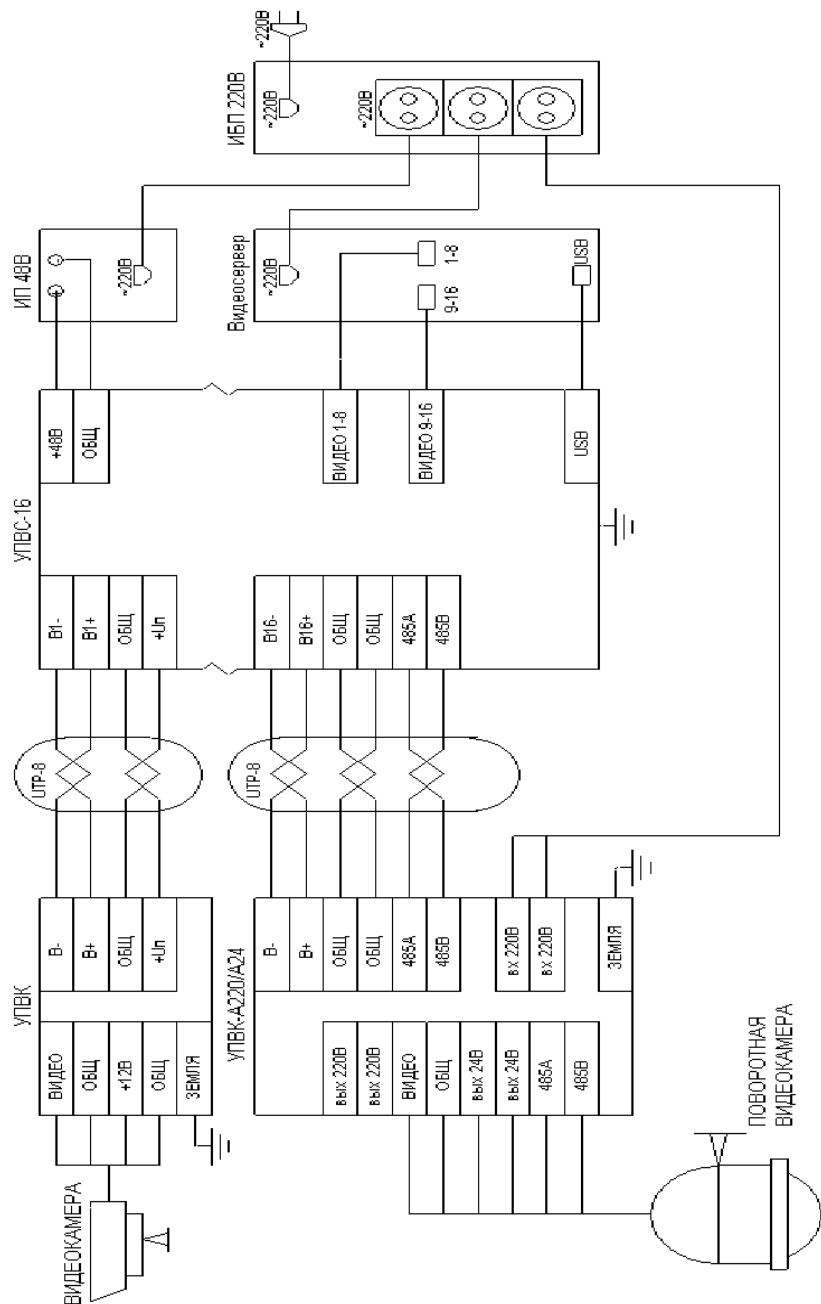

Рисунок 4.2 Структурная схема соединений
4.2.1 Структурная схема соединений представлена на рис.4.2.